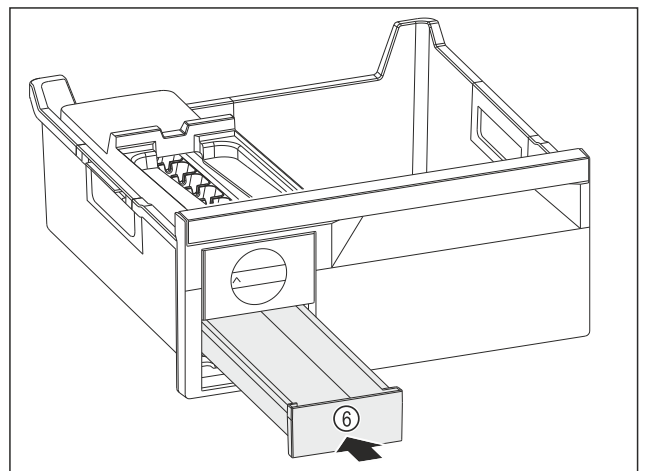

Fig. 188
- ▶ Työnnä jääkuutiolokero Fig. 188 (6) sisään.